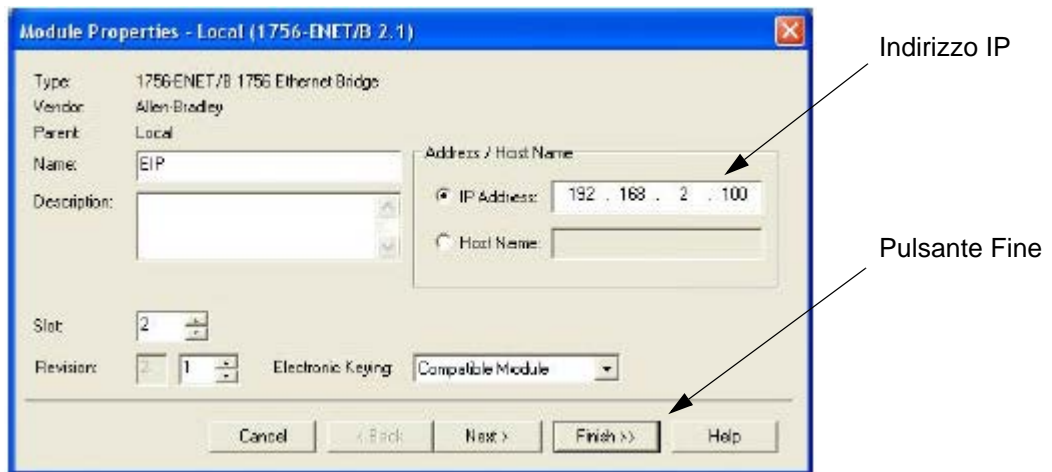

FIG.70. Proprietà del modulo Ethernet
- c. Nella finestra Select Module Type, scegliere la voce 1756-ENET/B o 1756-ENBT/A. RSLogix aprirà la finestra Module Properties. Vedere la FIG.70.
- i. Inserire l'indirizzo IP e la Subnet Mask. L'indirizzo IP deve corrispondere all'indirizzo IP inserito nella finestra Properties (FIG.70).